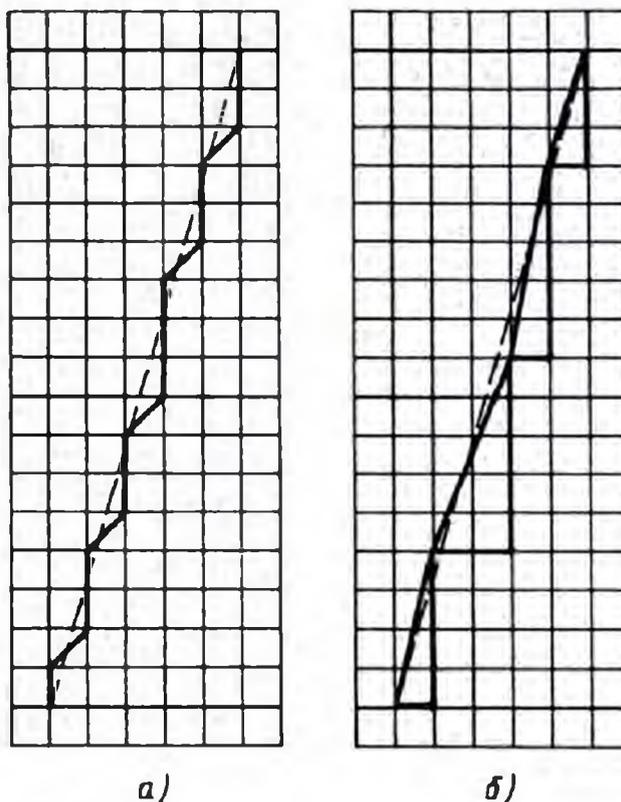

Рис.2.
2. По исходным данным построить траектории движения инструмента при следующих методах выдачи координат: движение на постоянной несущей частоте и с помощью метода ведущей координаты (рис. 2). Исходные данные для расчета и построения:  $\Delta X=9$ ;  $\Delta Y=7$ .